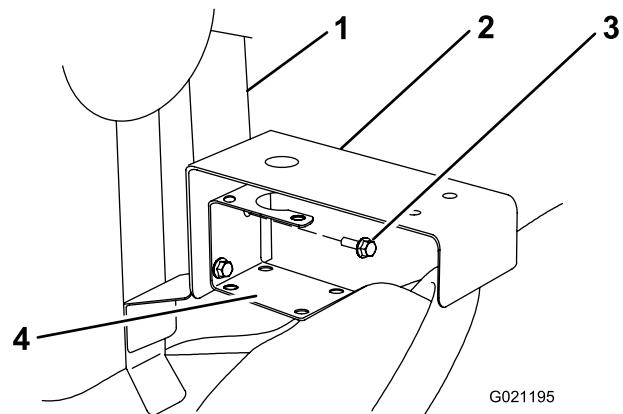

Figura 7
7. Instale el soporte de la válvula de control entre el soporte del acoplamiento en T y el vehículo (Figura 7).
8. Sujete el soporte del acoplamiento en T y el soporte de la válvula de control al bastidor con los pernos que retiró en el paso 6 (Figura 7).